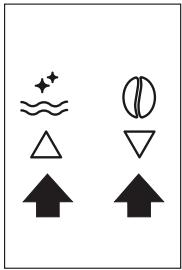

Rys. 12
- Postaw naczynie pod wylewkę gorącej wody (Rys. 12).